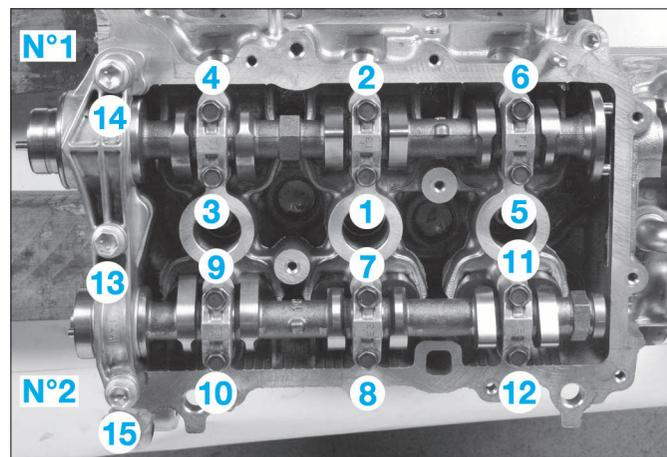

FIG. 73
- Serrer les paliers dans l'ordre indiqué (Fig.73).